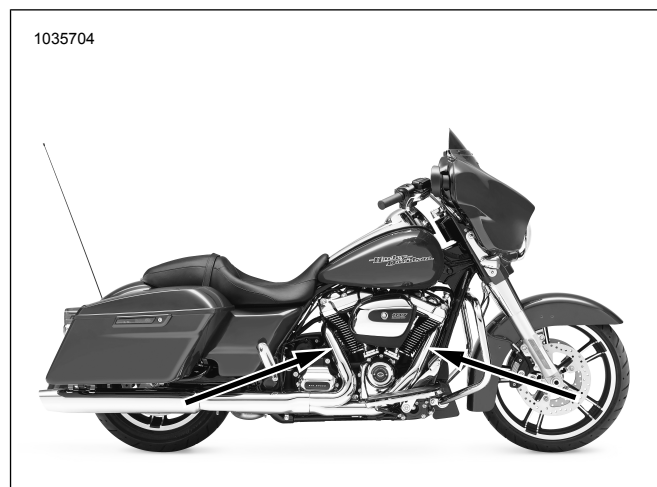

Рисунок 11. места установки датчиков кислорода (внутренняя часть выхлопных труб)
См. Рисунок 11 Рисунок 52 и Таблица 5 Установка широкополосных датчиков кислорода (2). Используя насадку для датчиков кислорода (Номер по каталогу HD-48262-A), затяните: